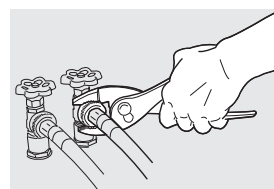

fig. 6
6. Ajuste a mano hasta que quede apretado. Luego apriete cada conexión de suministro $\frac{2}{3}$ de vuelta más con pinzas. **No doble, retuerza ni pellizque las mangueras de entrada de agua.** (fig. 6).